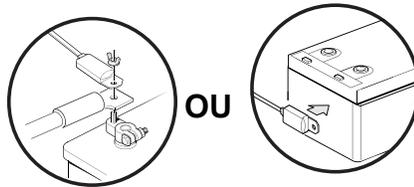

Figura 2-14 Conectando o cabo do BTS à bateria
2. Ligue o conector do BTS aparafusando-o diretamente a um terminal da bateria junto com as outras ligações ou removendo o adesivo na parte inferior do conector do BTS e fixando-o diretamente em uma superfície da bateria. Os dois métodos são mostrados na Figura 2-14.